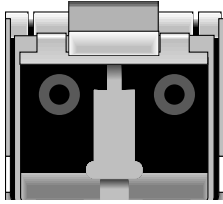

图 5-3 SFP 连接器末端的双孔插座。
2. 将光纤通道电缆的一端插入 SFP 连接器末端的双孔插座，如图 5-3 所示。